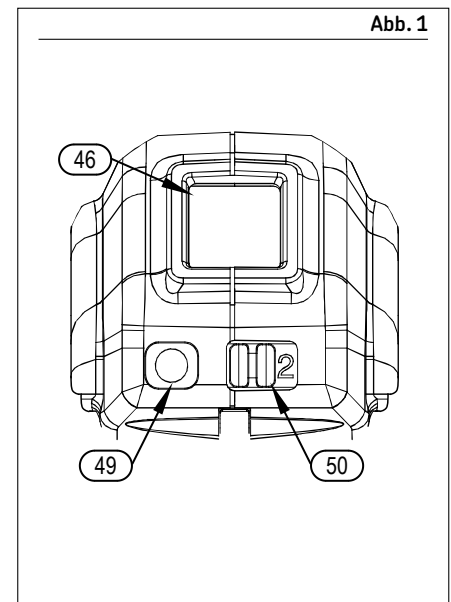

Abb. 1
Die Pistole ist mit einem zweistufigen elektronischen Getriebe ausgestattet, um eine hohe und niedrige Durchflussrate zu gewährleisten. Siehe Spezifikationen für die Leistung bei jeder Geschwindigkeit. Die Pistole ist in hoher Geschwindigkeit, wenn am Schiebeschalter (50) "2" angezeigt wird (→ Abb. 1). Der maximale Druck kann sowohl bei hoher (2) als auch bei niedriger Geschwindigkeit (1) erreicht werden (→ Abb 1).
Das Flüssigkristalldisplay (LCD) (46) verfügt über einen elektronischen Fettmesser, eine Fettfüllstandsanzeige und eine Batteriestandsanzeige. Um das LCD einzuschalten, tippen Sie einmal auf die Reset-Taste (49) (→ Abb. 1).